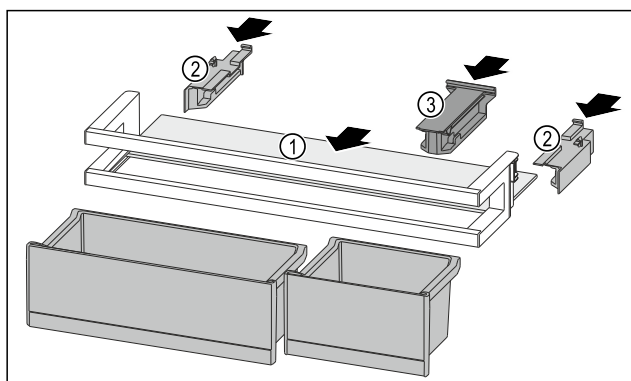

Fig. 136
- Insérer la tablette de rangement Fig. 136 (1) dans les évidements latéraux.
- Installer les parties latérales Fig. 136 (2).
- Installer la pièce de retenue Fig. 136 (3).